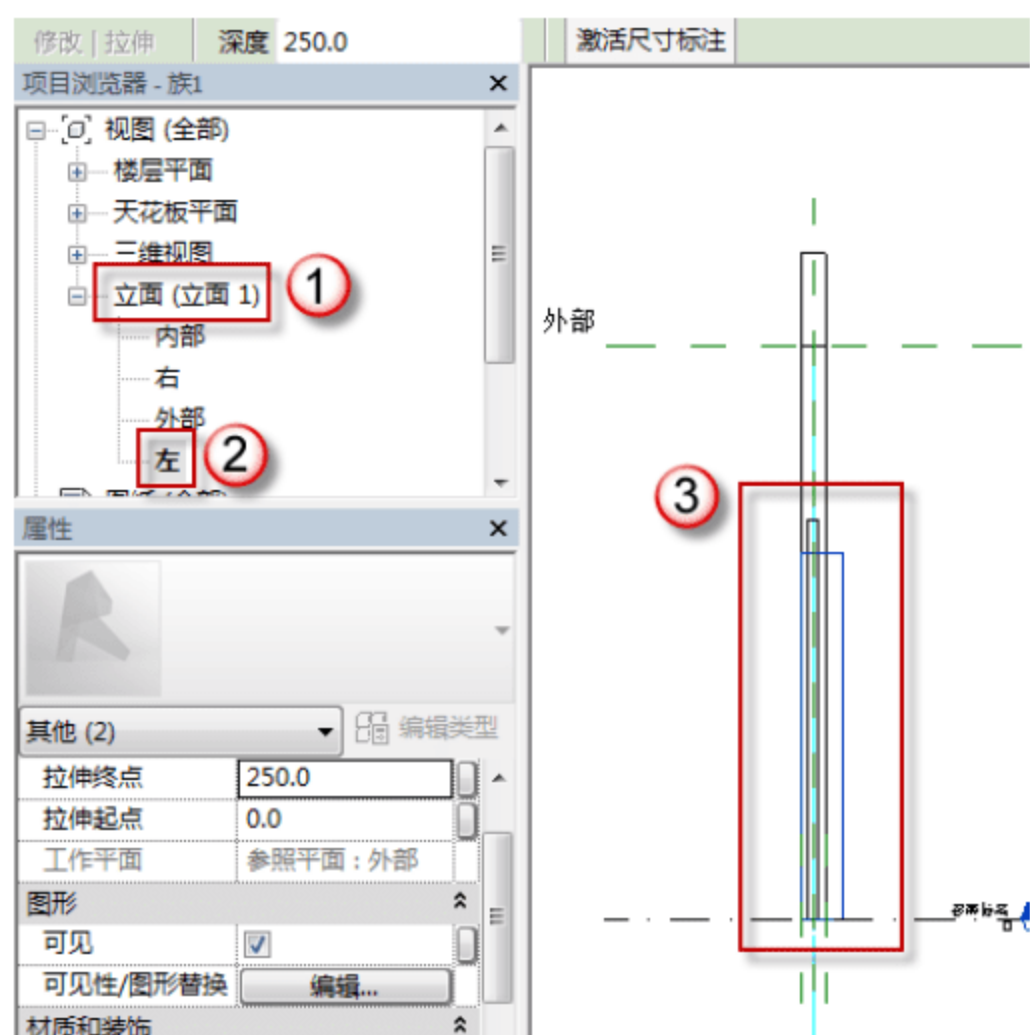

图 6.2.55 FM1521 乙门板的左立面图
(15) 修改 FM1521 乙的门板的位置及厚度。选择“项目浏览器”中的“立面（立面 1）”→“左”选项，可以进入 FM1521 乙的左立面视图，如图 6.2.55 所示。选择绘制好的门板，打开“属性”面板，在“拉伸终点”中输入“95”字样，在“拉伸起点”中输入“55”字